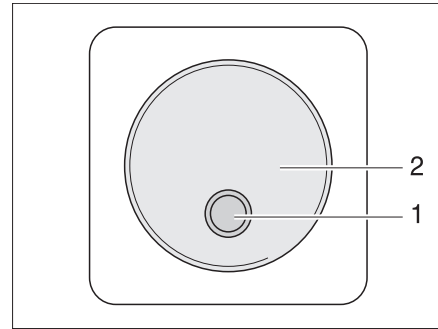

Fig. 164 Commutateur externe
- II "Remo." = l'appareil peut être mis en service et hors service avec le commutateur externe (Fig. 164,1).
Le commutateur externe pour l'onduleur (Fig. 164) se trouve dans l'espace intérieur du véhicule, par exemple dans la zone d'entrée. Le commutateur est identifié par l'inscription "Onduleur". La DEL (Fig. 164,1) indique l'état de fonctionnement de l'onduleur.